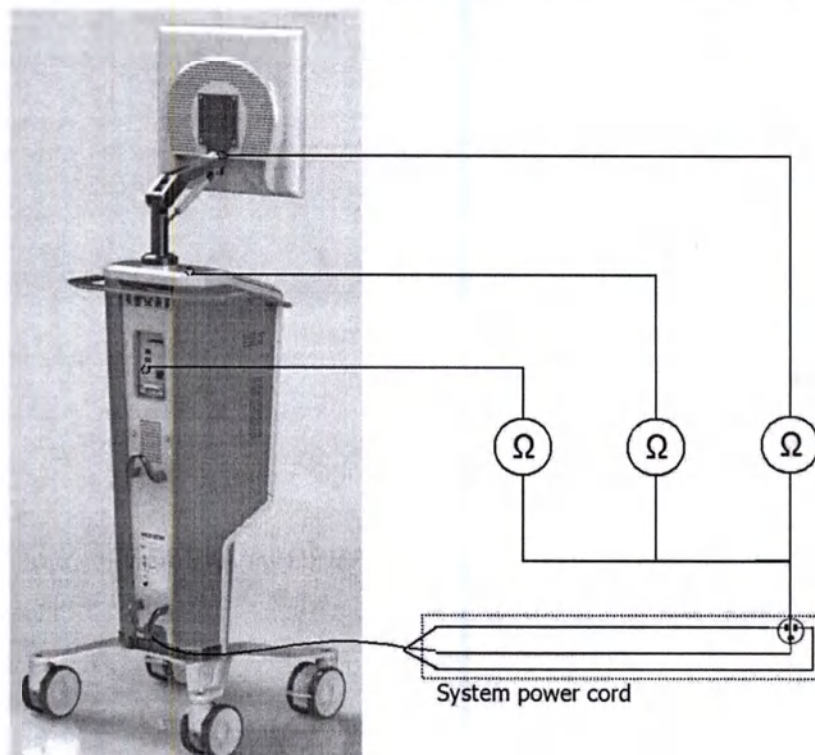

Рис. 7 Схема подключения для испытания непрерывности цепи заземления
2. Тестер для проверки непрерывности заземления с показателем не менее 200 мА. Он работает как устройство измерения сопротивления в соответствии с пунктом 5.3.2 в стандарте IEC 62353: 2014. Данные обозначаются Ω-символом на Рис. 7.
1. Схема подключения показана на Рис. 7.